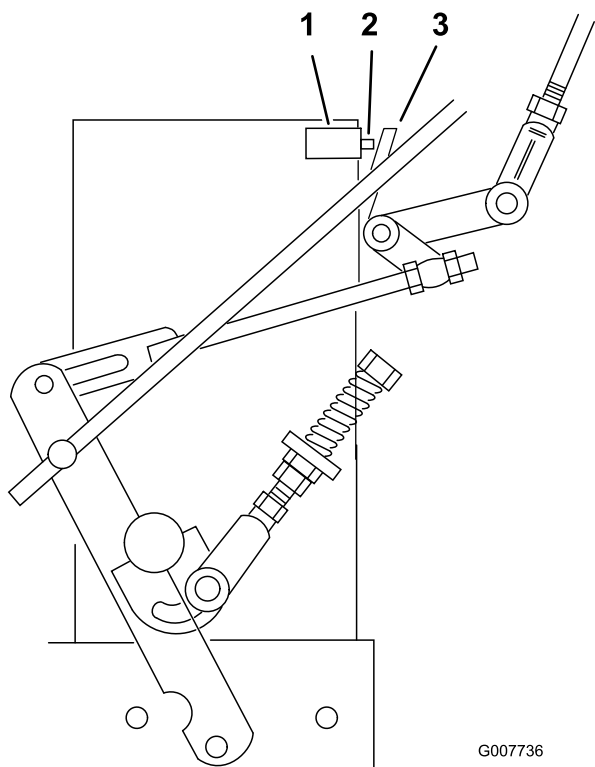

Figura 33
7. Compruebe que el interruptor de seguridad está pulsado y que queda un espacio de 8 mm entre la barra accionadora y el interruptor (Figura 33).
8. Si es necesario, ajuste la posición del interruptor para crear el espacio de 8 mm (Figura 33).